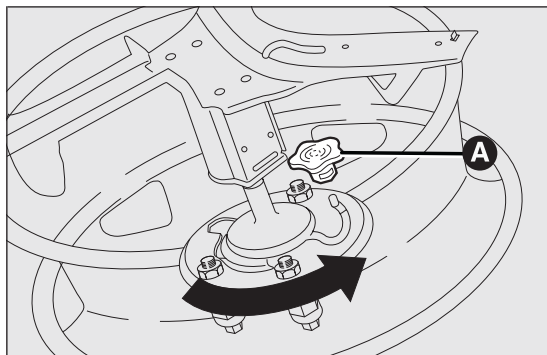

fig. 134
- ❑ fissare il supporto dentato sulla ruota forata mediante le 2 viti (inserire il supporto dall'esterno ruota). Riagganciare il cavo metallico di trattenimento nell'apposita sede e reinserire il cappuccio di protezione A fig. 134;